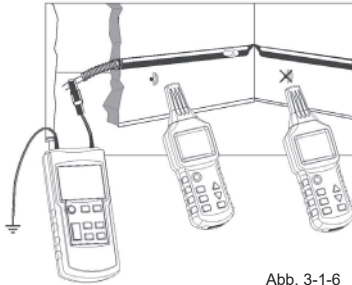

Abb. 3-1-6
- Der Transmitter ist an eine metallische Rohrwendel (metallisches Rohr oder flexibles Schutzrohr) und eine Hilfserdungsleitung wie in Abb. 3-1-6 dargestellt angeschlossen.